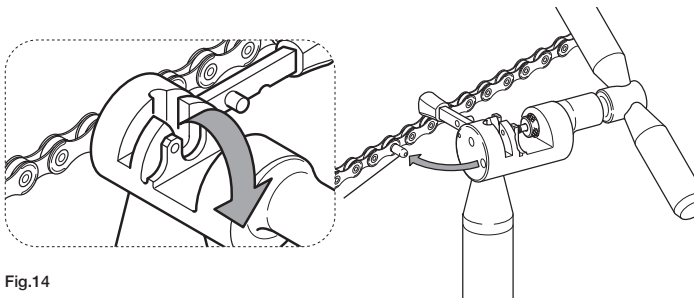

Fig.14
- Inserite la porzione di guida sporgente nell'apposito foro alla base dell'utensile e spezzatela con una flessione (Fig. 14).